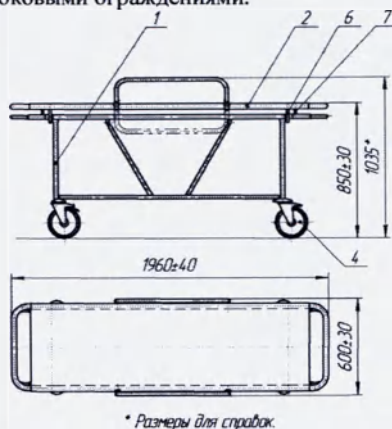

Рисунок 1. Тележка ТВ-ММ мод. 1220
2.3. Габаритные размеры, мм	См. рис. 1, 2
4.1. Изделие (см. рисунок 1) состоит из: тележки одноуровневой 1, съёмных носилок жёстких НЖ-1ММ 2 с откидными боковыми ограждениями.
4.2. Тележка одноуровневая 1 (см. рисунок 1) изготовлена из стальных труб с покрытием порошковым полимерным и оснащена самоориентирующимися колёсными опорами 4, две из которых, расположенные по диагонали, снабжены тормозами. Ручки тележки изготовлены из стальной трубы с покрытием из трубки ПВХ.